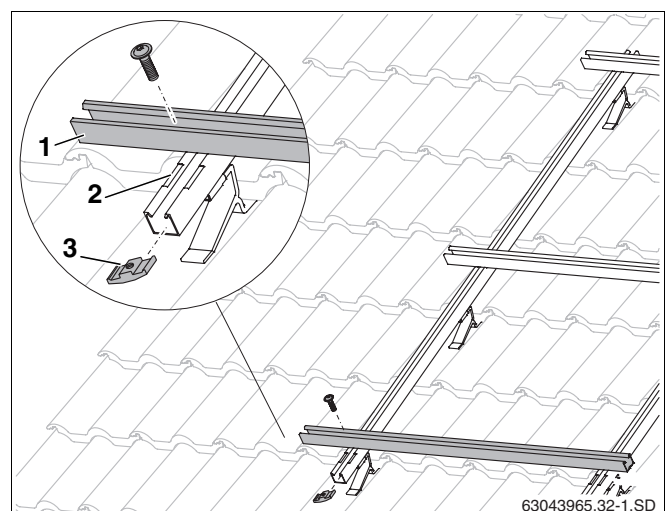

Fig. 30 Montage des rails profilés horizontaux
- Poser les rails profilés (fig. 30, **pos. 1**) dans les encoches (fig. 30, **pos. 2**) des profils de charge de neige et serrer à l'aide des vis et de l'écrou en alu (fig. 30, **pos. 3**) sans forcer afin que les rails profilés puissent encore être positionnés par la suite.